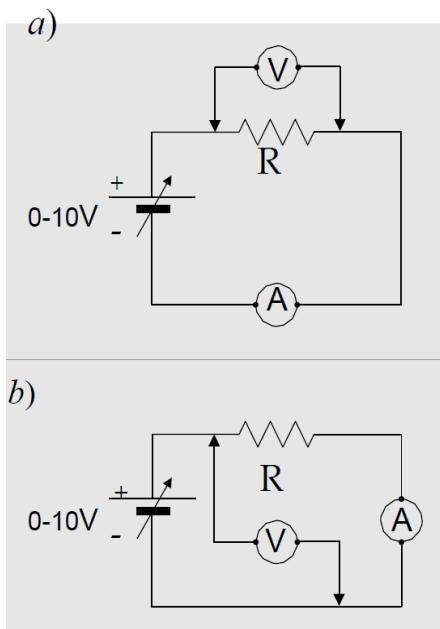

Figura 1 - Os dois circuitos a serem montados na 1a parte do trabalho laboratorial.
4. Monte o circuito da Figura 1-a).
7. Depois de reduzir os controles de tensão e corrente da fonte, desmonte o circuito e monte o circuito mostrado na Figura 1 b). Repita todos
2. Tendo em atenção as normas de segurança descritas para as Experiências 1 e 2, monte o circuito da Figura 1.a), substituindo a resistência pela lâmpada. Use o módulo da lâmpada e os fios multifilares para montar o circuito.